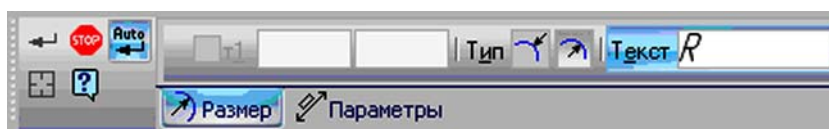

Рис. 2.23. Панель свойств: Радиальный размер
- на компактной панели инструментов щелкаем по кнопке  *Размеры*, затем в открывшемся списке операций щелкаем по кнопке  *Радиальный размер*. В результате этого появится *Панель свойств: Радиальный размер* (рис. 2.23);